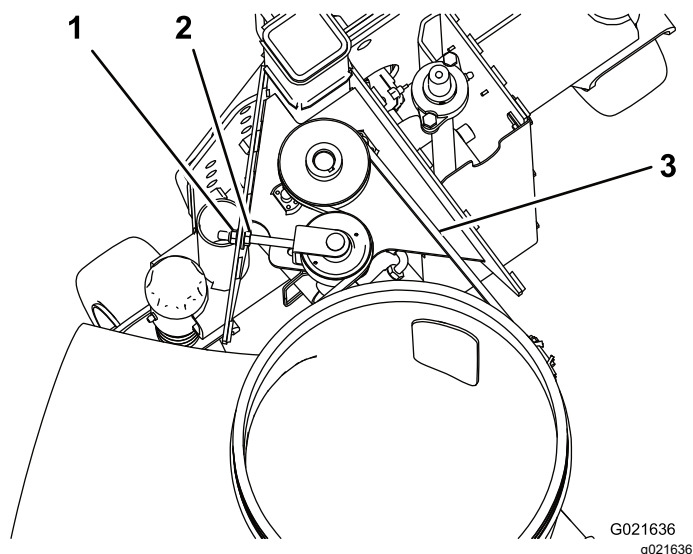

Figure 28
1. Exercez une pression de 30 N·m au centre du long brin de la courroie (Figure 28).
3. Desserrez l'écrou hexagonal et serrez l'écrou à embase pour augmenter la tension de la courroie (Figure 28).